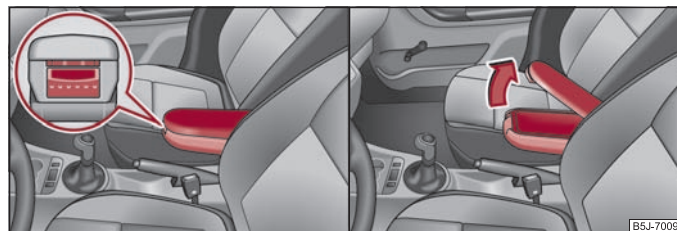

Fig. 85 Cotiera: Compartimentul de depozitare / Deschiderea compartimentului de depozitare
- Apăsați tasta inferioară de la partea frontală a cotierei ⇒ fig. 85 stânga. Rabatați cotiera în față și eliberați tasta. ►
⇒ pagina 77, fig. 85 dreapta.